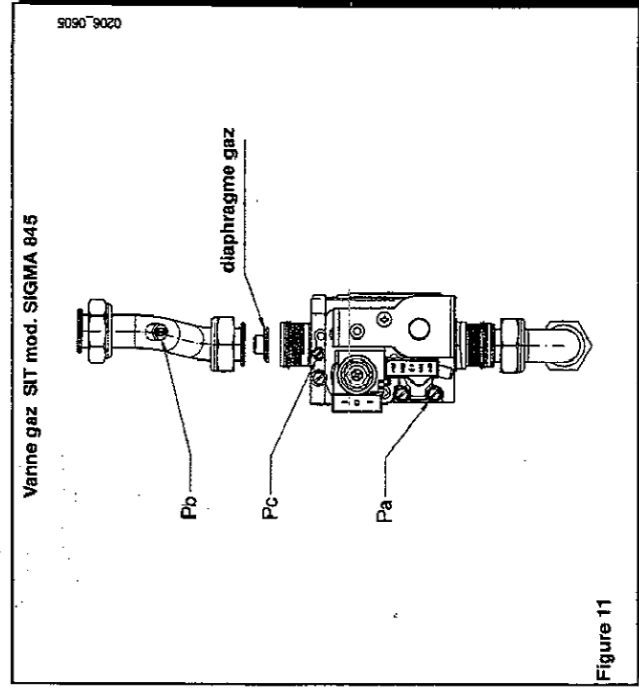

Figure 11
- enlever le tuyau gaz de la figure 11 et remplacer le diaphragme;